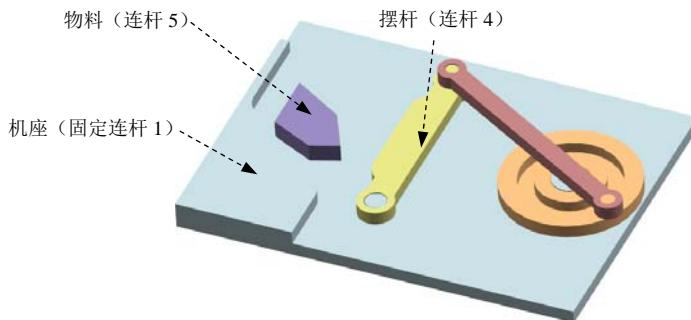
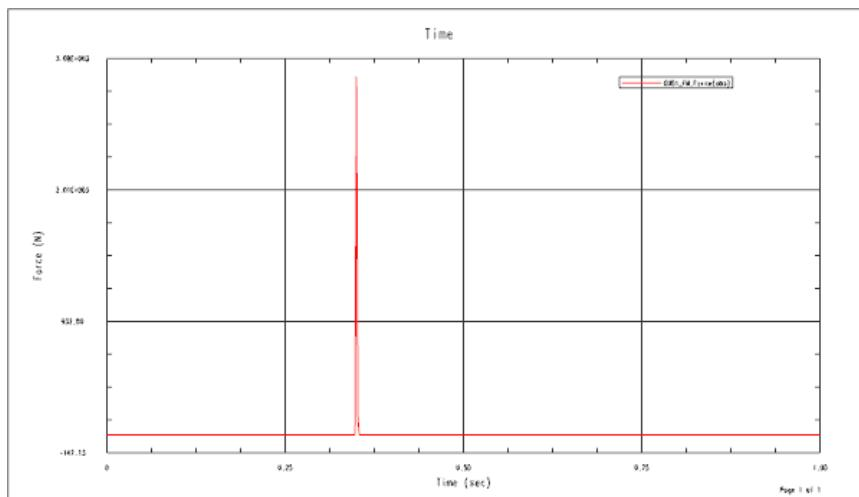

图 8.1.12 定义连杆 5
图 8.1.13 力-时间曲线
Step1. 定义连杆 5。选择下拉菜单 **插入(S)** → **链接(L)...** 命令，系统弹出“连杆”对话框；选取图 8.1.12 所示的物料为连杆 5；在 **质量属性选项** 下拉列表中选择 **自动** 选项；在 **设置** 区域中取消选中  **固定连杆** 复选框；在 **名称** 文本框中采用默认的连杆名称“L005”；单击 **确定** 按钮，完成连杆 5 的定义。
(1) 选择下拉菜单 **插入(S)** → **连接器(R)** → **3D 接触...** 命令，系统弹出“3D 接触”对话框。
(2) 定义接触实体。单击“3D 接触”对话框 **操作** 区域中的 **\*选择体(O)** 按钮，选取图 8.1.12 所示的连杆 4 为操作体；单击 **基本** 区域中的 **\*选择体(O)** 按钮，选取杆 5 为基本体。
(3) 定义接触类型。在“3D 接触”对话框 **参数** 区域下 **类型** 的下拉列表中选取类型为 **实体** 选项。
(4) 单击 **确定** 按钮，完成 3D 接触 1 的定义。
Step3. 定义 3D 接触 2。参照 Step2 的操作步骤，选取图 8.1.12 所示的连杆 5 为操作体；选取连杆 1 为基本体。
(1) 选择下拉菜单 **分析(1)** → **运动(M)** → **图表(G)...** 命令（或者在“运动”工具栏中单击  →  命令），系统弹出“图表”对话框，单击其中的 **对象** 选项卡。
(2) 在“图表”对话框的 **运动模型** 区域选择 3D 碰撞 G001，在 **请求** 下拉列表中选项 **力** 选项，在 **分量** 下拉列表中选择 **力幅值** 选项，单击 **Y 轴定义** 区域中的  按钮。
(3) 选中“图表”对话框中的  **保存** 复选框，然后单击  按钮，选择 D:\ug85.16\work\ch08.01.01\ok\dis\_asm\dis\_asm.afu 为保存路径。
(4) 单击 **确定** 按钮，系统进入函数显示环境并显示摆杆与物料的反作用力-时间曲线，如图 8.1.13 所示。